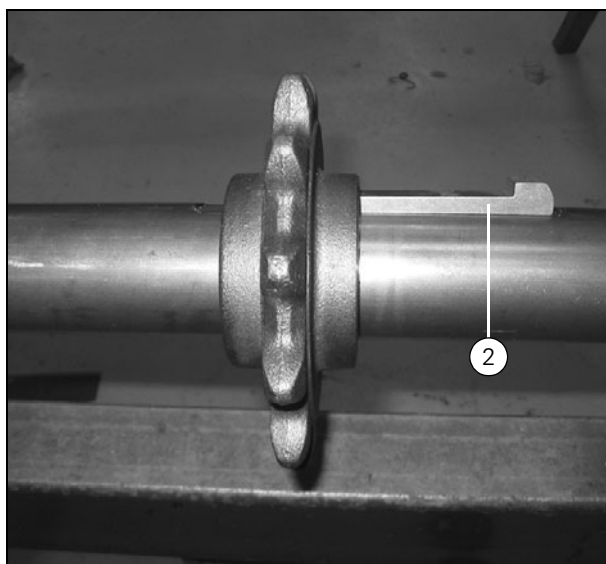
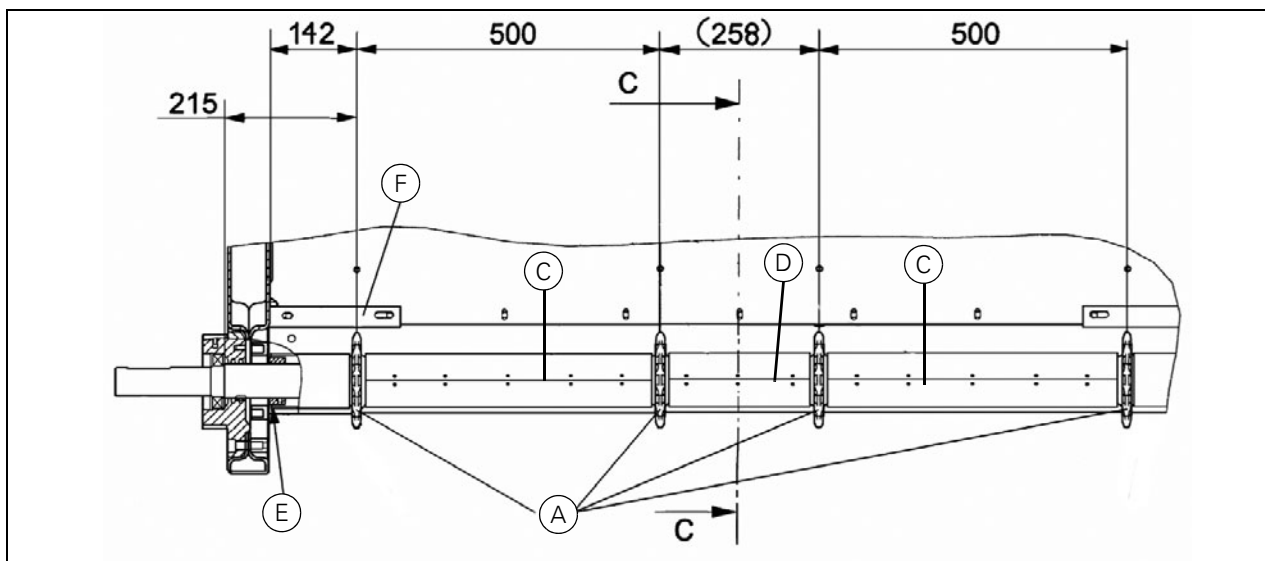

Рисунок 24
Рисунок 25
8. При установке звездочки на вал расстояния должны быть равны указанным на (Рис. 25). Закрепите звездочку при помощи клиновой шпонки (3) (Рис. 24). Шпонки вбиваются с той стороны, где еще не установлены защитные трубки вала (С).